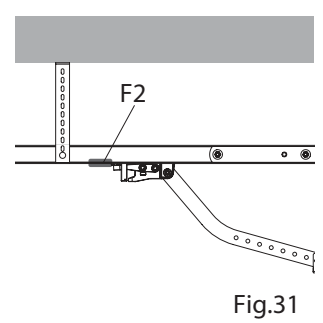

Fig.31
- Open de deur volledig en bevestig de andere eindstop die rust op het geleiderail (Fig.31-Ref.F2).